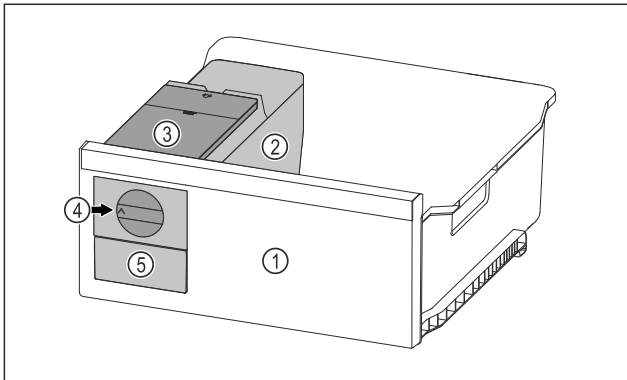

Fig. 108 Príklad zobrazenia
- ▶ Otočný gombík *Fig. 108 (4)* otočte v smere hodinových ručičiek až na doraz.
- ▷ Kocky ľadu vypadávajú z misky na kocky ľadu do zásuvky na kocky ľadu *Fig. 108 (5)*.